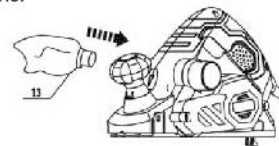

Fig. 3
- Łączówkę worka na pył (13) należy dopasować do wylotu odsysania pyłu z boku urządzenia i włożyć do niego do oporu (Rys. 3).
- Aby zdjąć worek na pył (13), łączówkę należy wykrócić.
- Allineare il connettore del contenitore della polvere (13) con la porta di estrazione della polvere sul lato dell'apparecchio e inserirlo al suo interno finché non si blocca (Fig. 3).
- Per rimuovere il contenitore della polvere (13), estrarre il connettore con un movimento rotatorio.